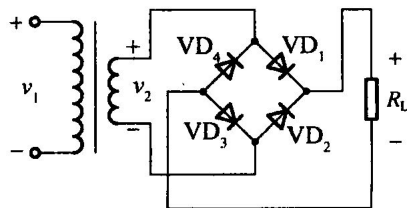

图 1-5
【例 1-3】 桥式整流电路如图 1-5 所示, 当电路分别出现下列故障时, 分析对电路的正常工作会产生什么不良影响。(1) 二极管 VD_2 开路; (2) 负载 R_L 被短路; (3) 二极管 VD_1 极性接反; (4) 二极管 VD_2 被击穿或短路。